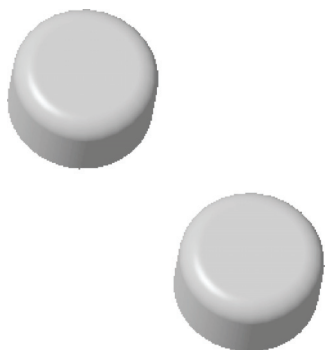

图 16-49 创建镜像特征
STEP 07 打开“镜像”选项卡, 在绘图区中选择“RIGHT”基准平面作为镜像平面, 单击“完成”按钮, 完成镜像特征的创建, 效果如图 16-49 所示。